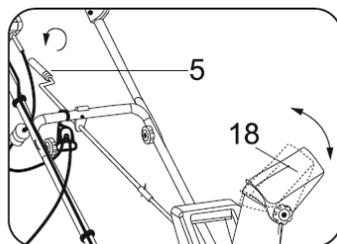

Рис. 9
- Отрегулируйте направление выпускного желоба, поворачивая ручку (5) для поворота (Рис. 9).
- Для регулировки угла наклона дефлектора (18) ослабьте крепление дефлектора, задайте нужный угол и закрепите (Рис. 9).